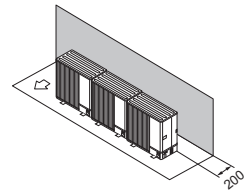

Fig. 2-12
- (1) Obstrucții sau suprafață închisă numai în spate (Fig. 2-12)